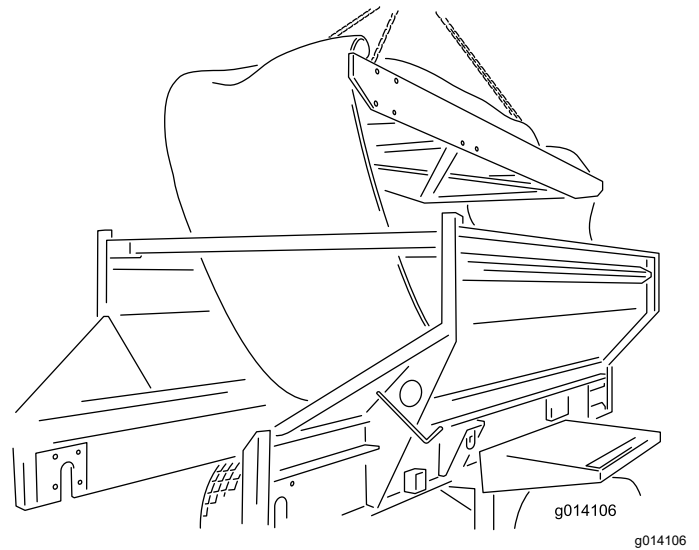

Bild 55
24. Entfernen Sie den Einsatz, indem Sie ihn von oben aus der Maschine heben. Stellen Sie ihn auf den Boden (Bild 55).